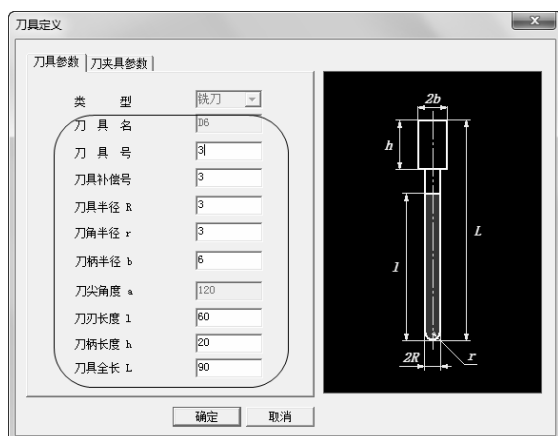

图 5-59 “刀具定义”对话框
4) 单击“刀具参数”选项卡，选择“增加刀具”按钮，系统弹出“刀具定义”对话框，设置刀具参数如图 5-59 所示，“刀夹具参数”设置为系统默认。然后单击“确定”按钮，刀具便增加到了刀具库中。